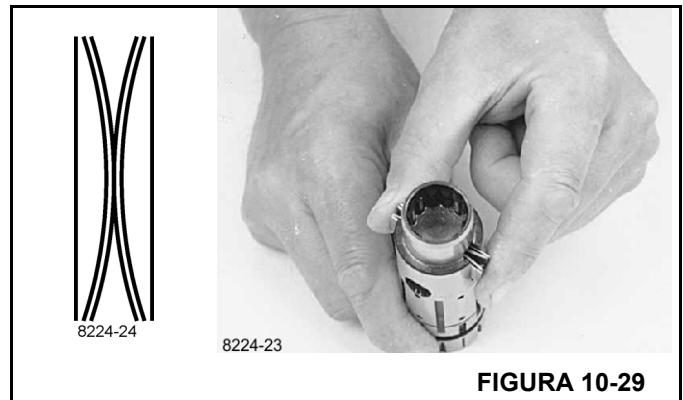

FIGURA 10-29
1. Coloque los dos resortes de posición en punto muerto en la ranura. Coloque los resortes curvos entre los planos y presiónelos en su lugar. Centre los resortes en el carrete (Figura 10-29).